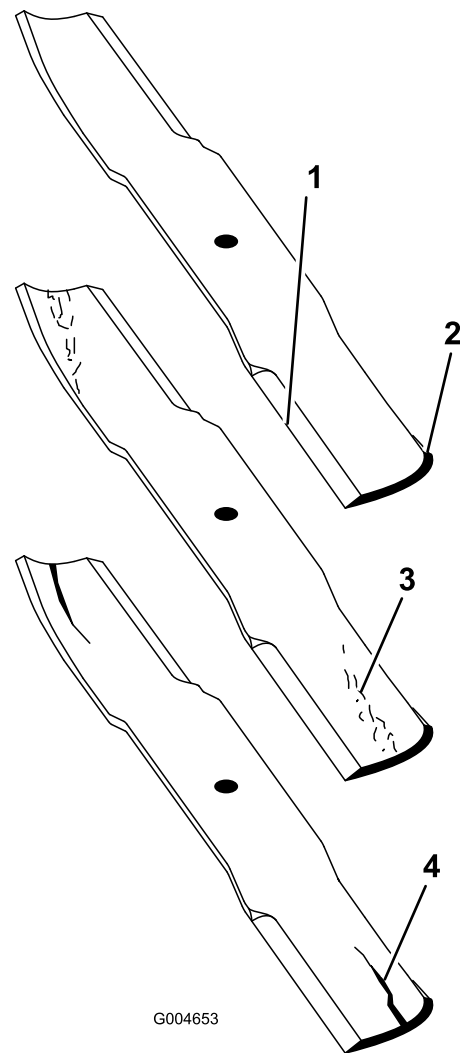

Bild 24
1. Untersuchen Sie die Schnittkanten (Bild 24). Entfernen und schärfen Sie die Messer, wenn die Schnittkanten nicht scharf sind oder Auskerbungen aufweisen. Siehe Schärfen der Messer \(Seite 22\).
2. Untersuchen Sie die Schnittmesser, insbesondere den flachen Bereich (Bild 24). Wenn Sie Schäden, Verschleiß oder Rillenbildung in diesem Bereich feststellen (Bild 24), sollten Sie sofort ein neues Schnittmesser einbauen.